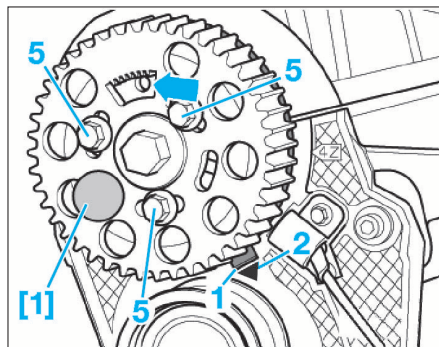

FIG. 10
- [1]. Outil de blocage du pignon d'arbre à cames (ref. 3359) (Fig.10).
- Amener le vilebrequin en position de calage, cylindre n°1 au PMH. Dans cette position (Fig.10) :
- l'ergot (1) doit coïncider avec le repère (2) (il est possible que ces repères ne soient pas disponible sur toutes les versions).
- Desserrer les vis (5) du pignon d'arbre à cames (Fig.10).
- Serrer les vis (5) sans les bloquer (Fig.10).